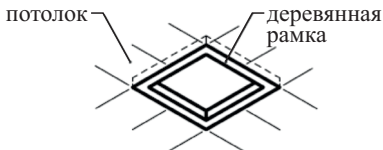

Рис.1
2. Зафиксировать деревянную рамку на потолочную решетку (рис. 1);